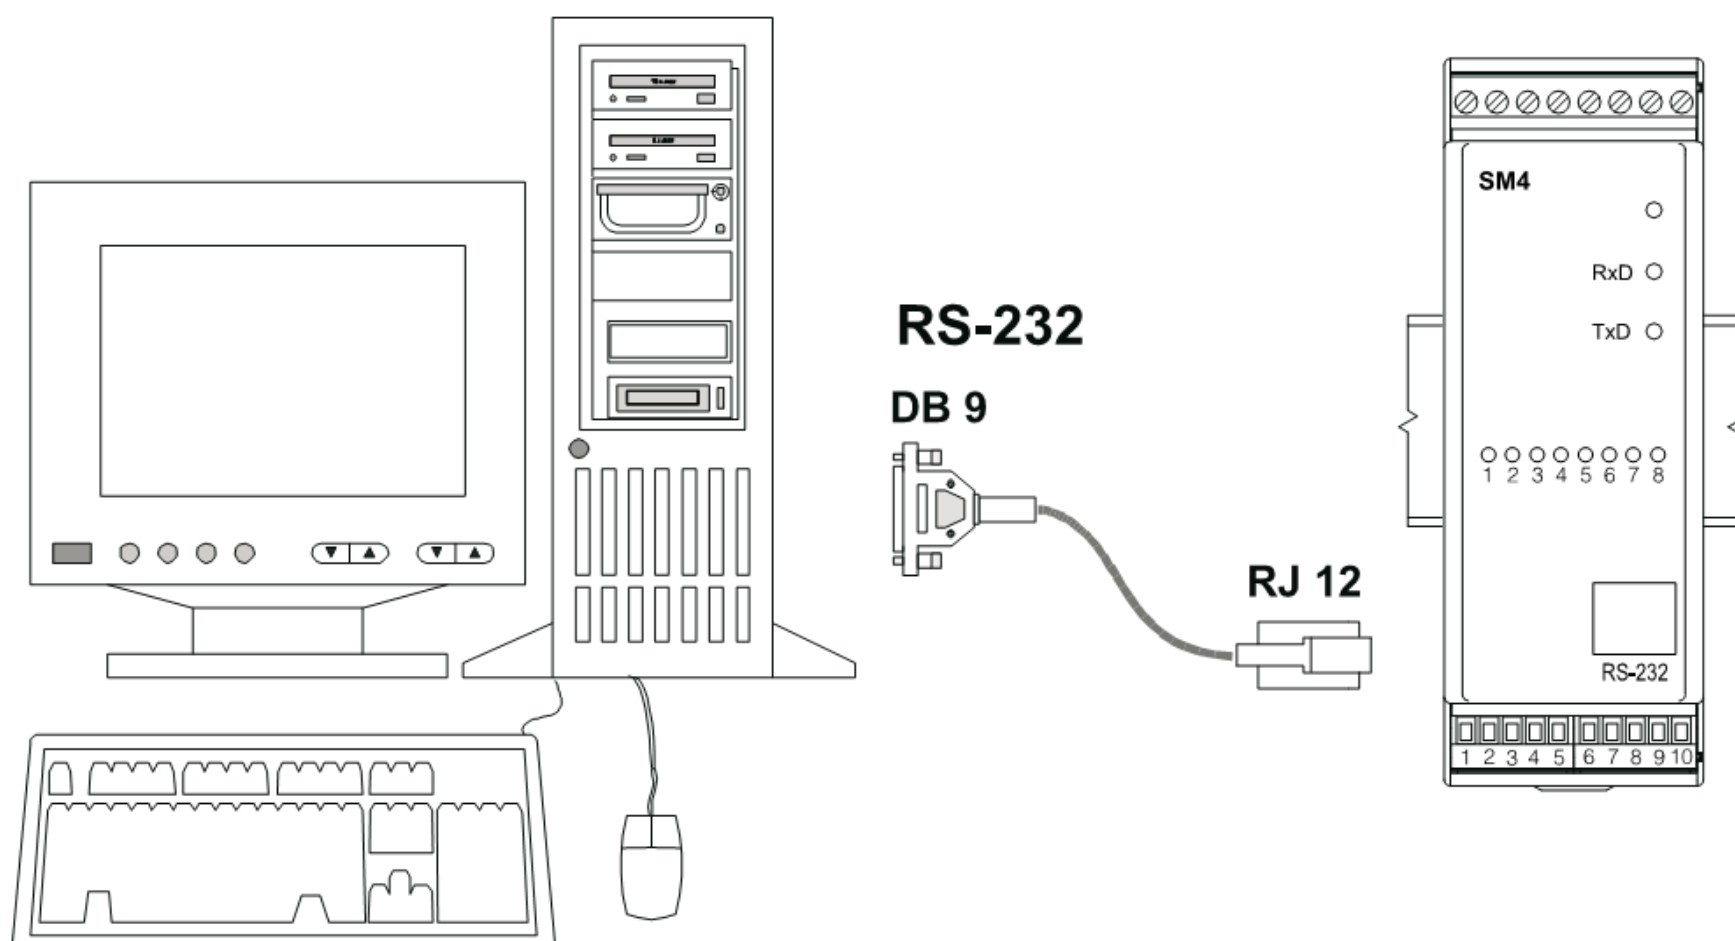

Рис.5. Схема подключения интерфейсов RS-485 и RS-232
- Гнездо RS-232 предназначено только для подключения устройства, работающего по протоколу MODBUS (рис.5). По окончании сеанса эксплуатации модуля гнездо RS-232 необходимо закрыть специальной заглушкой, которая входит в комплект поставки модуля.
Все параметры модуля доступны для программирования через RS-232 или RS-485. Порт RS-232 имеет постоянные параметры передачи данных в соответствии с техническими данными, что обеспечивает возможность подключения к модулю даже в том случае, если запрограммированные параметры цифрового выхода RS-485 неизвестны (адрес, формат и скорость передачи данных). Стандарт RS-485 разрешает обмен данными с 32 устройствами по единому последовательному каналу связи длиной до 1200 м. Для подключения большего количества устройств необходимо использовать дополнительные промежуточные ретрансляторы (например, конвертер/повторитель типа PD51). В руководстве по эксплуатации представлена схема подключения интерфейсов к модулю SM4 (рис.5).
Необходимо соединить GND сигналы между устройствами и подключить в одной точке к клемме заземления (это необходимо для правильного функционирования интерфейса). Для соединения с компьютером класса IBM PC через порт RS-485 необходим конвертер RS-232/RS-485 (например, типа PD51) или RS-485 карта. Обозначение линий передачи карты на компьютере PC зависит от производителя карты. При осуществлении соединения через порт RS-232 необходим дополнительный кабель для подключения к модулю. Способ подключения обоих портов (RS-232 и RS-485) показан на рис.5.